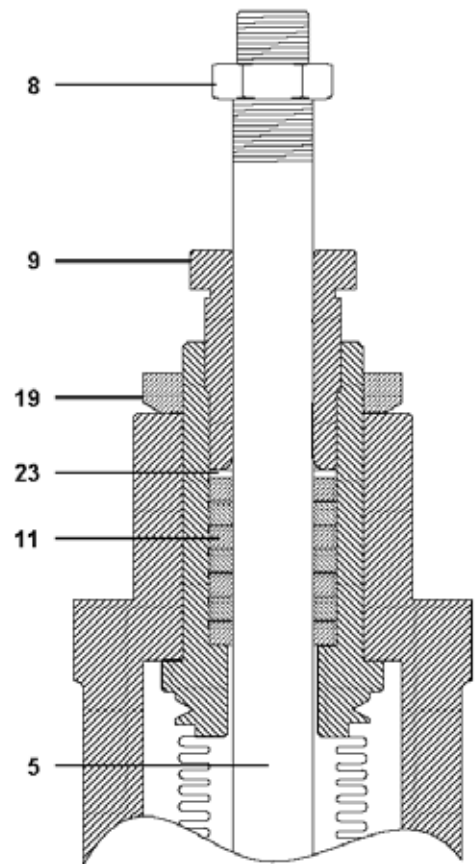

Fig. 9
4.3.1 Procédure pour le remplacement du soufflet d'étanchéité (se référer à la Fig. 9)